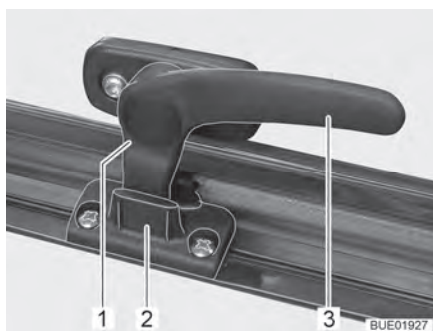

Bild 20 Låsarm i läget "kontinuerlig vädning"
- I läget "kontinuerlig vädning" (Bild 20)
- Sväng låsarmen (Bild 20,3) ett kvarts varv mot fönstrets mitt.
- Sväng låsarmen ett kvarts varv mot fönsterkarmen. Därvid måste låsspaken (Bild 20,1) föras in i spåret på fönsterlåset (Bild 20,2).